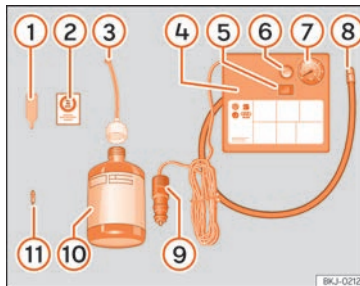

Abb. 70 Prinzipdarstellung: Bestandteile des Pannensets
• Ventilkappe und Ventileinsatz vom Reifenventil abschrauben. Verwenden Sie den Ventileinsatzdreher »» **Abb. 70 ①** zum Heraus-schrauben des Ventileinsatzes. Legen Sie den Ventileinsatz auf einem sauberen Untergrund ab.
• Reifendichtmittelflasche kräftig schütteln »» **Abb. 70 ⑩**.
• Schrauben Sie den Einfüllschlauch »» **Abb. 70 ③** auf die Dichtmittelflasche. Die
• Verschlussstopfen vom Einfüllschlauch »» **Abb. 70 ③** entfernen und das offene Ende ganz auf das Reifenventil stecken.
• Ventileinsatz mit dem Ventileinsatzdreher »» **Abb. 70 ①** wieder in das Reifenventil schrauben.
• Reifenfüllschlauch »» **Abb. 70 ⑧** des Luftkompressors fest auf das Reifenventil schrauben.
• Prüfen, ob die Luftablassschraube »» **Abb. 70 ⑥** zuge dreht ist.
• Stecker »» **Abb. 70 ⑨** in die 12 Volt-Steckdose des Fahrzeugs stecken »»  Seite 188.
• Luftkompressor mit dem EIN- und AUS-Schalter »» **Abb. 70 ⑤** einschalten.
- Kleben Sie den Aufkleber »» Abb. 70 ② im Sichtfeld des Fahrers auf das Kombiinstrument.